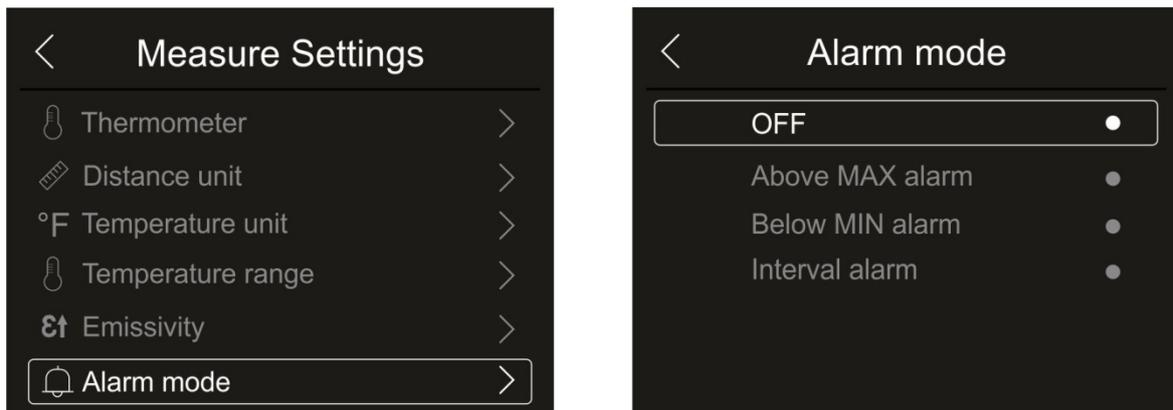

Fig. 26: Menu d'activation des seuils d'alarme sur la mesure
1. Touchez l'élément «Alarm mode » pour activer les seuils d'alarme acoustique sur la mesure de température associée aux objets insérés sur l'image (curseur, points, lignes et zones) associés à la fonction «Alarm» du menu principal (voir §). La Fig. 26 – partie droite s'affiche à l'écran :